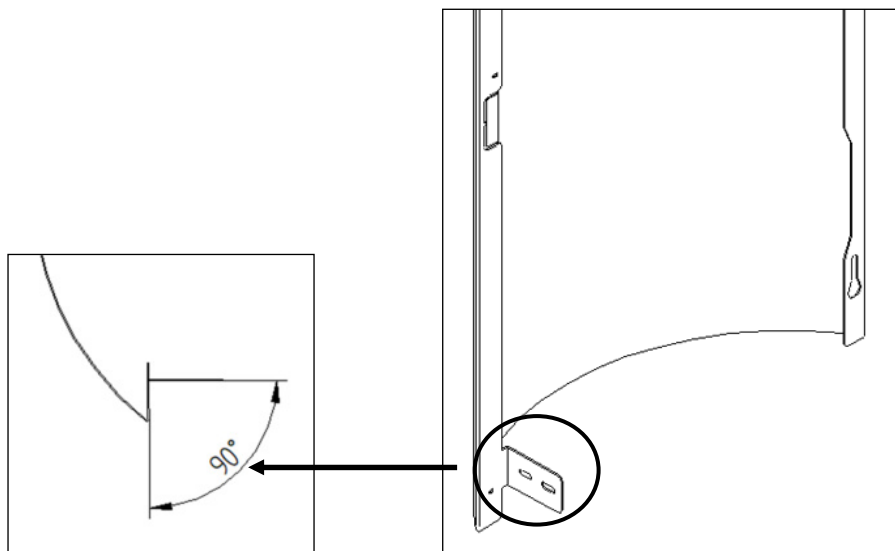

Figura 78 - Ângulo da patilha inferior
d) De seguida para encaixar as capas laterais, deve em primeiro lugar dobrar a patilha como se indica na Figura 78 de forma a garantir que fique com um ângulo inferior a 90° .